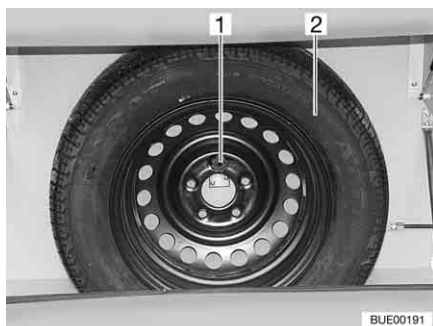

Fig. 251 Supporto per la ruota di scorta
Il supporto per la ruota di scorta è fissato nel vano portabombole. La ruota di scorta (Fig. 251,2) è disponibile con sovrapprezzo.
- Svitare il bullone (Fig. 251,1).
- Prelevare la ruota di scorta (Fig. 251,2).